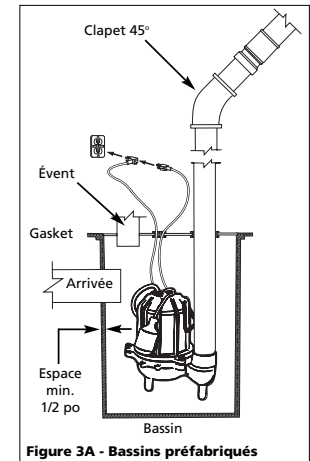

Figure 3A - Bassins préfabriqués
- Les modèles CSE50T sont fournis avec un interrupteur à long amovible avec fiche d'arrimage (voir la figure 3A). La longueur de la longe (distance du cordon du flotteur à la pince) ne doit pas être inférieure à 9,5 cm (3 1/4 po) et la longe ne doit pas être utilisée dans un bassin de diamètre inférieur à 35,6 cm (14 po). Si vous utilisez un différentiel autre que le réglage en usine, assurez-vous que la pompe s'éteint lorsqu'il reste au moins 10 cm (4 po) dans le bassin pour que l'impulseur reste submergé.